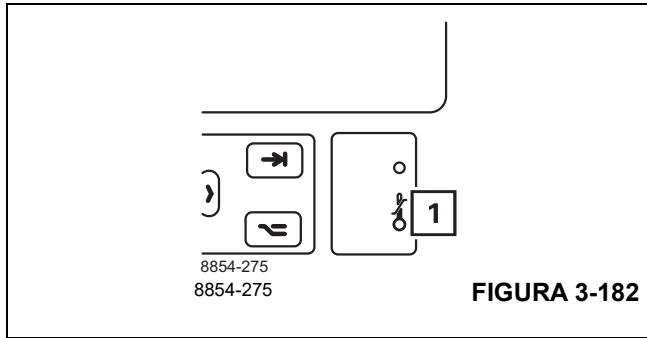

FIGURA 3-182
Si la temperatura en la pantalla es muy alta, el brillo se reduce automáticamente y la lámpara (1), (Figura 3-182), se ilumina.